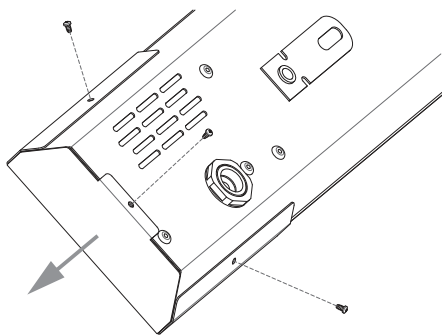

Рисунок 6. Снятие боковой крышки обогревателя для доступа к распределительной коробке.
7.4.1. Открутить саморезы и снять боковую крышку обогревателя для доступа к распределительной коробке (см. рис. 6).